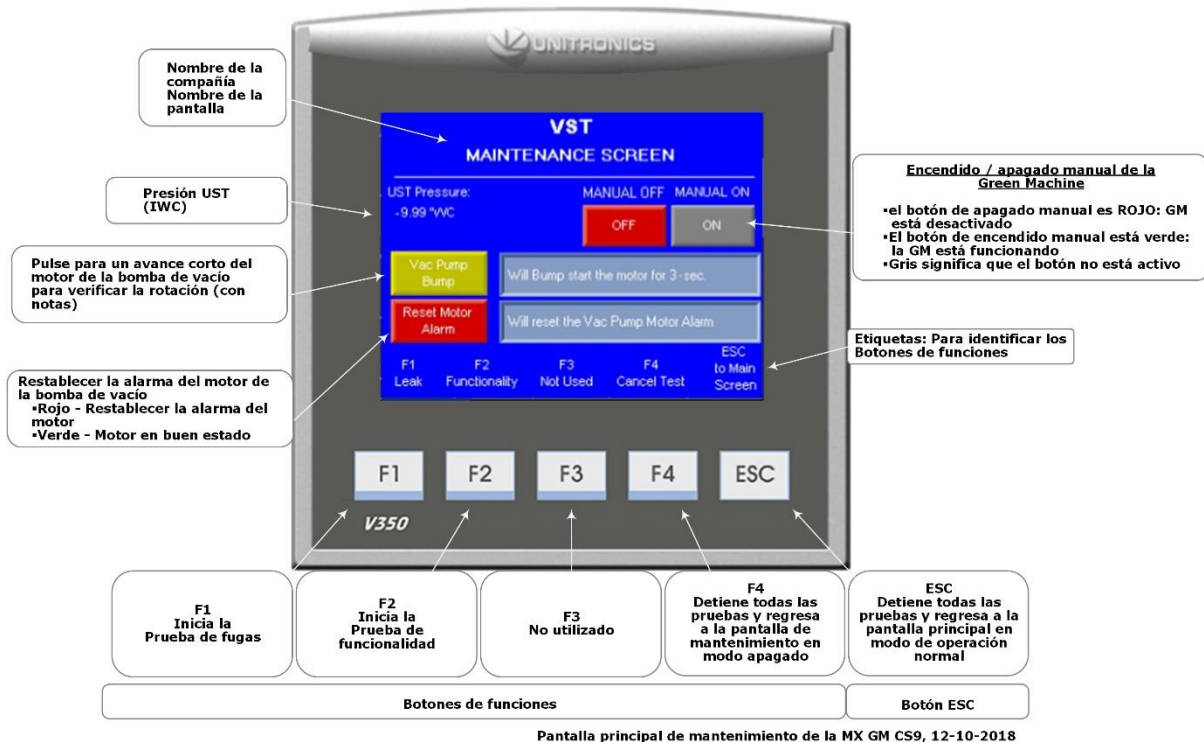

Figura 7-3: Pantalla de mantenimiento
1. En el panel de control de VST, verifique que aparezca la pantalla de mantenimiento en el PLC. Vea la figura 7-3. (La GREEN MACHINE ahora está en el modo Manual OFF (apagado manual) y no funcionará.)